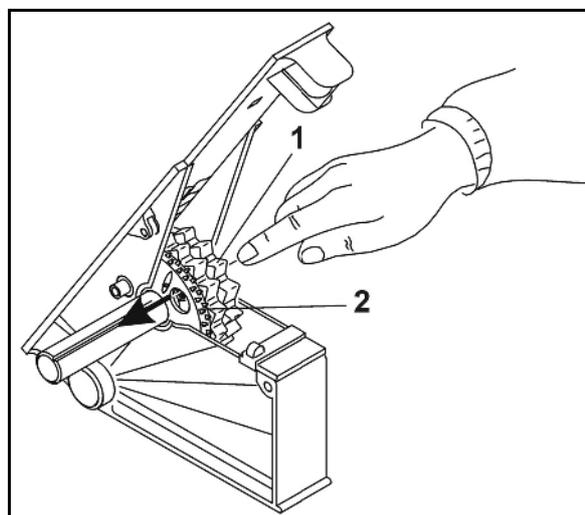

Fig. 22
1. faites tourner la roue distributrice normale (Fig. 22/1) sur l'arbre de distribution jusqu'à ce que le goujon logé dans la roue distributrice soit visible.
2. repoussez sur chaque roue le goujon vers la roue fines graines comme l'indique la Fig. 22. Vérifiez ensuite si les deux roues sont bien solidaires !